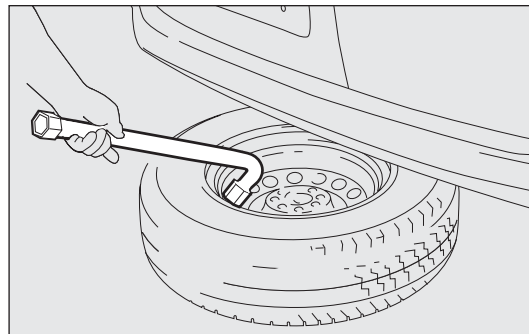

fig. 132
- utiliser la clé de démontage des roues B pour entraîner la roue hors du véhicule fig. 132 ;